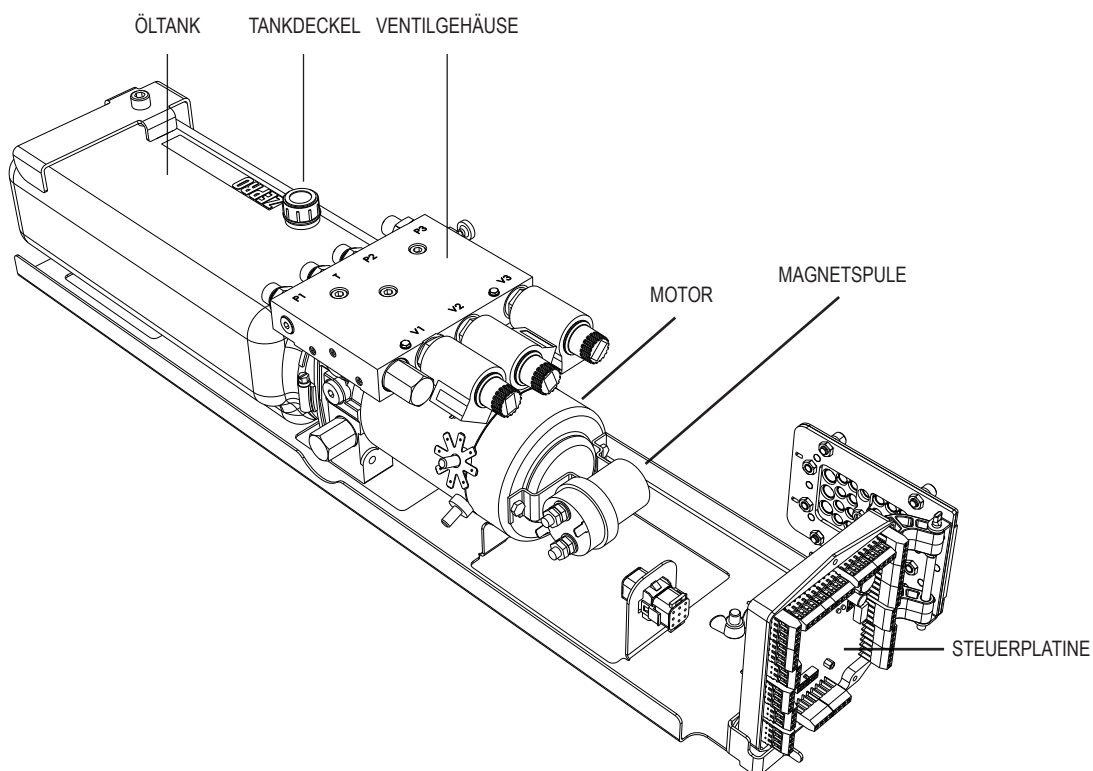
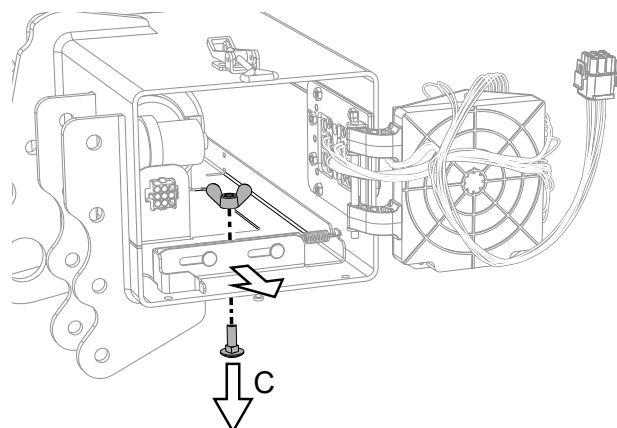

Abbildung 69. Hydraulikaggregat und Steuerplatine
Abbildung 73. Freilegen des Hydraulikaggregats
4. Das Hydraulikaggregat lösen, indem die Flügelmutter und die zugehörige Schraube (C) losgeschraubt werden, siehe Abbildung 73, und das Hydraulikaggregat herausziehen, bis dessen Tankdeckel zugänglich ist, siehe Abbildung 69 auf Seite 39.